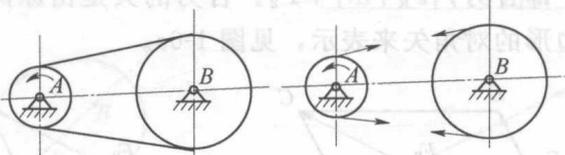

图 1-9 皮带约束
1) 柔性约束：绳索、链条、皮带等属于柔索约束。柔索的约束反力作用于接触点，方向沿柔索的中心线而背离物体，其约束为拉力。图 1-9 所示的皮带对带轮的拉力 F 为约束反力。